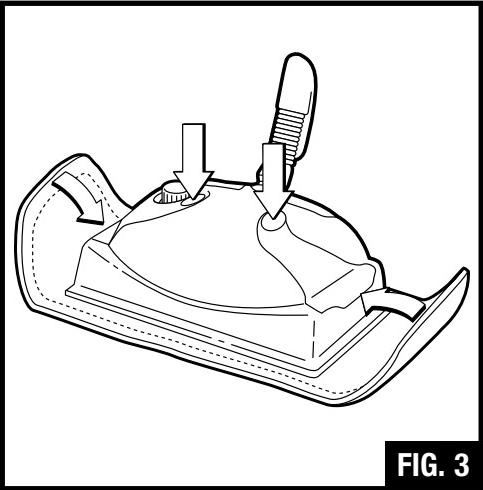

FIG. 3
- Rest the base of the floor steamer on its floorcloth as supplied, making sure that the edges are secured over the base (Fig. 3). Then tuck both ends of the floor cloth under the cloth clips. Do not use without a floorcloth in place.
- Laisser reposer la base du nettoyeur à vapeur pour sols sur le chiffon fourni en s'assurant que les bords sont assujettis sur la base (Fig 3). Puis coincer les deux bouts du chiffon sous les pinces. Ne pas utiliser sans chiffon en place.